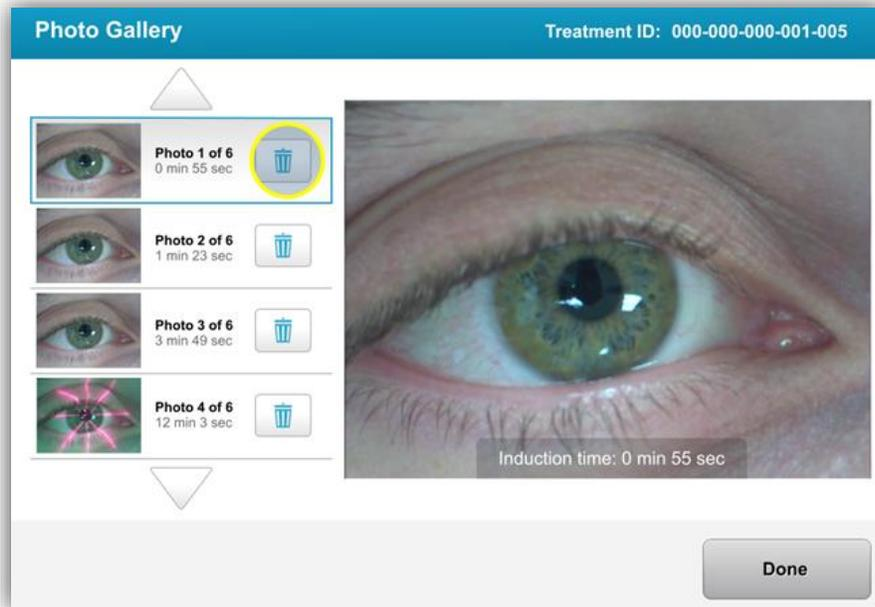

Figure 3-34. Sélectionnez Corbeille pour supprimer
- Dans la galerie de photos, sélectionnez l'icône corbeille à côté de la photo à supprimer, comme illustré à la figure 3-34.